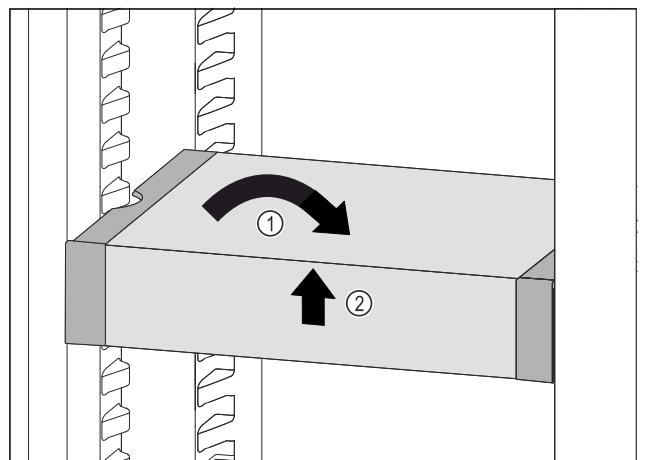

Fig. 117
- ▶ Вирівняти VarioSafe. Fig. 117 (1)
- ▶ Підняти VarioSafe спереду. Fig. 117 (2)